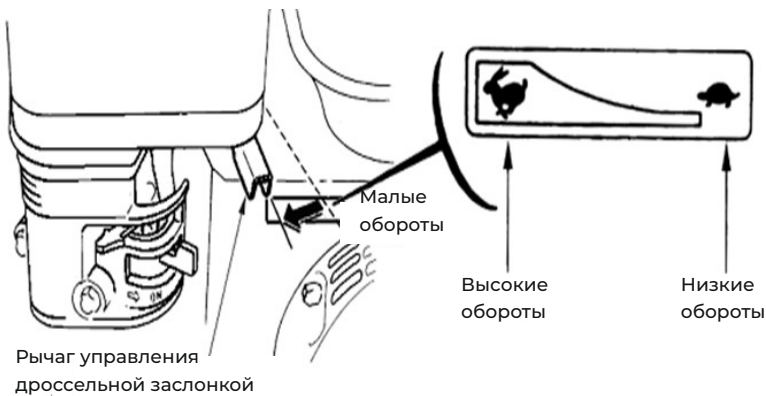

Рис. 14
3. Переведите рычаг управления дроссельной заслонкой из положения «Высокие обороты» на треть хода в сторону уменьшения (рис. 14).